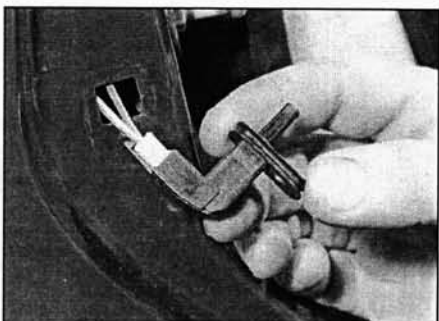

Рис. 6.6. Снятие концевого выключателя
- 6 Аккуратно выньте выключатель из отверстия (рис. 6.6). Отсоедините провода и снимите выключатель. Учтите, что провода